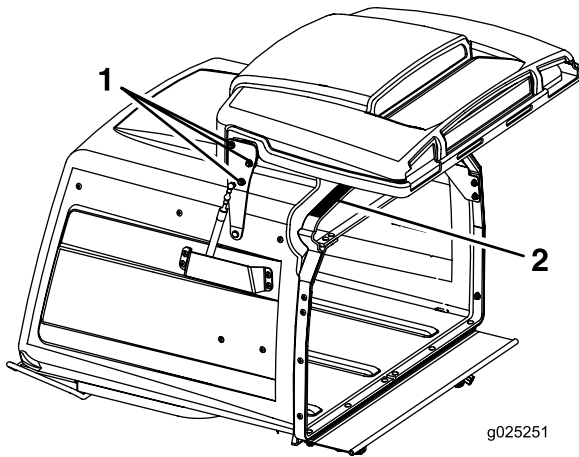

Figure 60
3. Desserrez les six écrous des charnières du couvercle (Figure 60).
4. Ouvrez le couvercle et placez une bande de caoutchouc de 9,5 mm (3/8 po) ou un flexible de 9,5 mm (3/8 po) de diamètre entre la trémie et le couvercle (Figure 60).